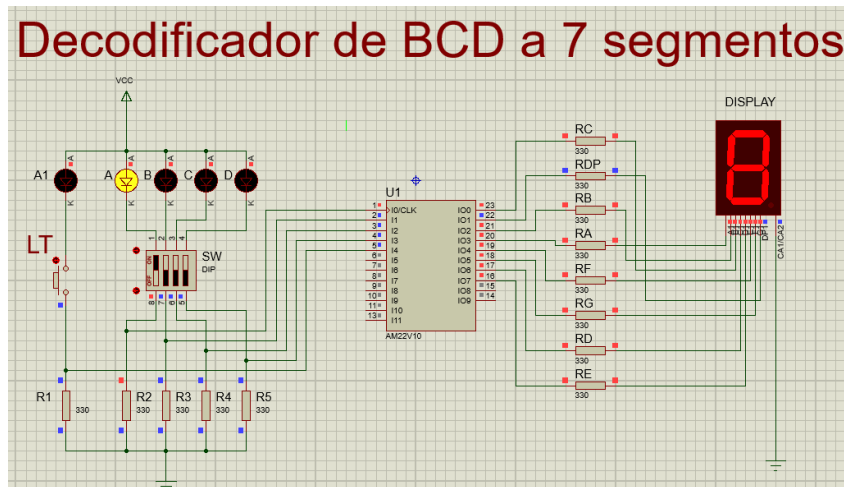

Figura 1: Diagrama de alambrado propuesto para la Simulación en PROTEUS
d) Por medio del programa Isp Starter, usando el lenguaje Abel-HDL y el comando Truth_Table elaborar el archivo correspondiente al diseño del decodificador solicitado y considerando para su implementación la asignación de las terminales de entrada y salida más conveniente de modo que no existan cruces del cableado, por lo que hay que considerar la disposición de terminales del Display seleccionado como se muestra en la figura 1.